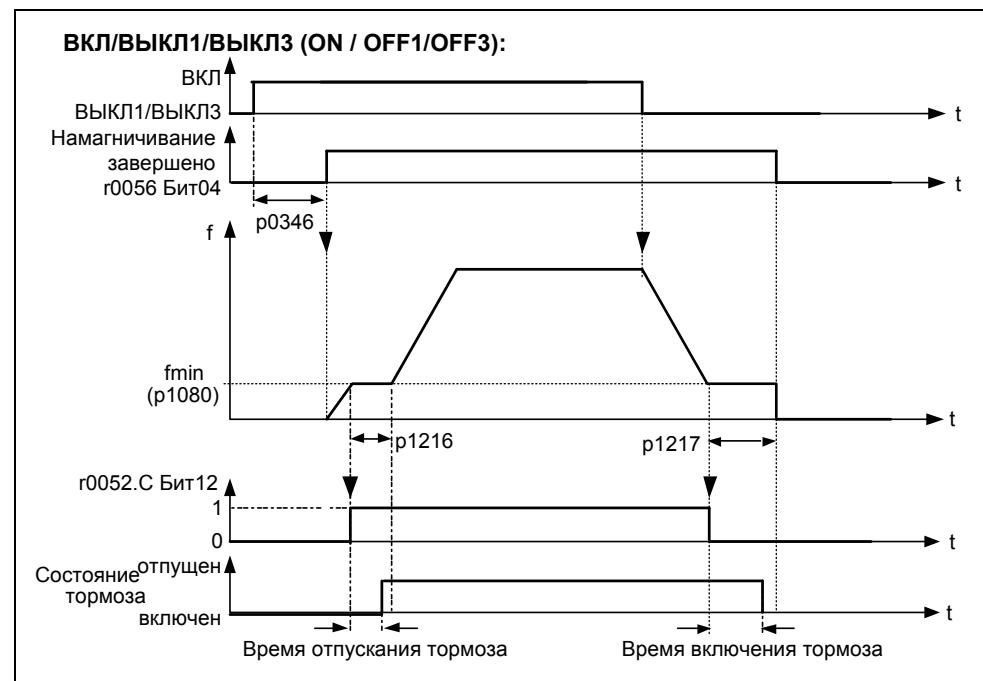
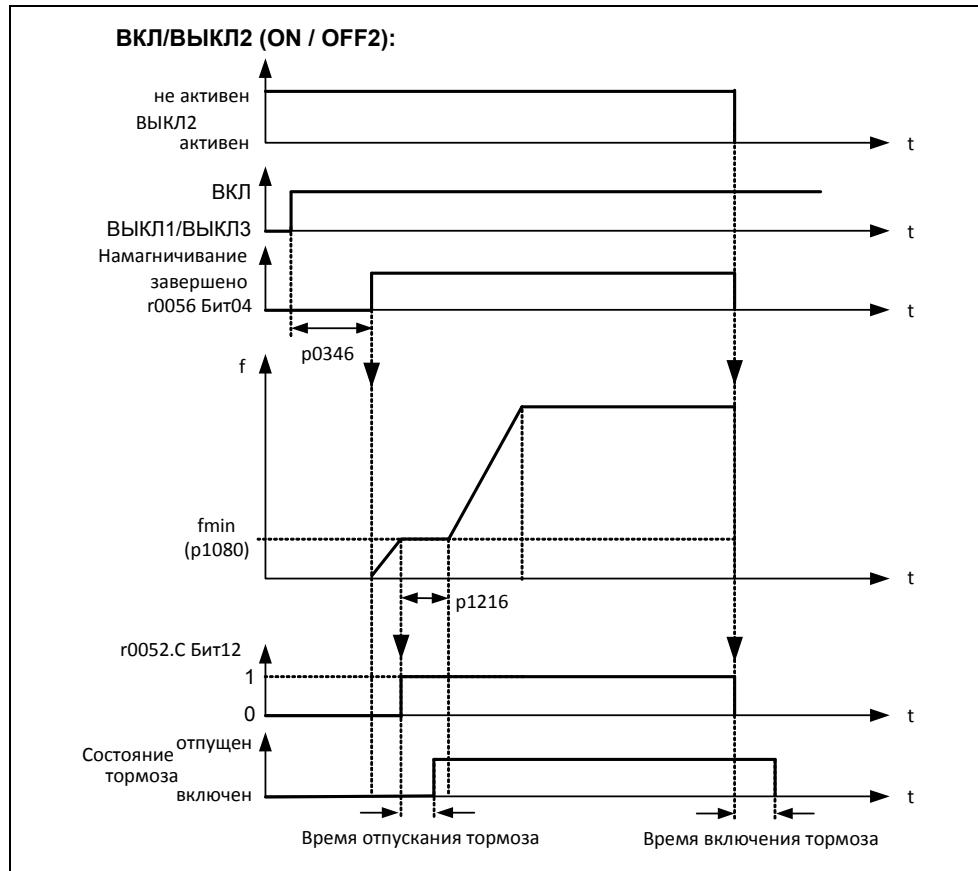

Рис. 3-58 Стояночный тормоз двигателя после ВКЛ / ВЫКЛ1
Рис. 3-59 Стояночный тормоз двигателя после ВЫКЛ2
Перед отпусканьем тормоза необходимо снять запрет импульсов и подать ток, удерживающий привод в текущей позиции. При этом подводимый ток определяется мин. частотой P1080. Тип значением здесь является ном. скольжение двигателя r0330. Во избежание долгосрочных повреждений стояночного тормоза разрешается включать двигатель только после продувки тормоза (время продувки тормоза 35 мс ... 500 мс). Эта задержка должна быть учтена в параметре P1216 "Задержка разрешения стояночного тормоза" (см. рис. 3-58).
Включение стояночного тормоза инициируется либо через ВЫКЛ1 / ВЫКЛ3, либо ВЫКЛ2. При ВЫКЛ1 / ВЫКЛ3 на двигатель при достижении им мин. частоты P1080 эта частота подается до включения тормоза (время активации тормоза 15 мс ... 300 мс). Длительность задается через параметр P1217 "Время задержки стояночного тормоза" (см. рис. 3-58). Если же, напротив, следует команда ВЫКЛ2, то, независимо от состояния привода, сигнал состояния r0052 Bit 12 "Стояночный тормоз двигателя активен" сбрасывается. Т.е. тормоз включается сразу же после ВЫКЛ2 (см. рис. 3-59).
- ◆ Для отпускания/включения цифровой выход в точке 1/2 (см. рис. 3-58) управляет стояночным тормозом двигателя. Условием является активация стояночного тормоза двигателя P1215 и выбор стояночного тормоза двигателя для цифрового выхода.